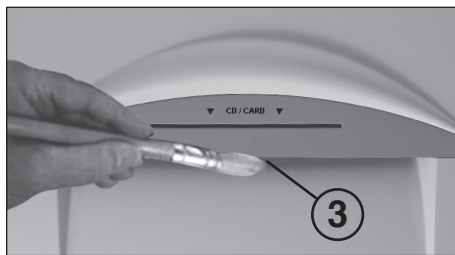

Рис. 4
### ЧИСТКА СВЕТОДАТЧИКА (Рис. 4):
Вы можете удалить эти кусочки бумаги, то есть очистить светодатчик, тем что Вы введёте во входной паз новый лист бумаги, или Вы переключите направление вращения режущего механизма на обратное, удалите остатки бумаги и с помощью кисточки очистите оба "глаза" светодатчика (3) (рис. 4).